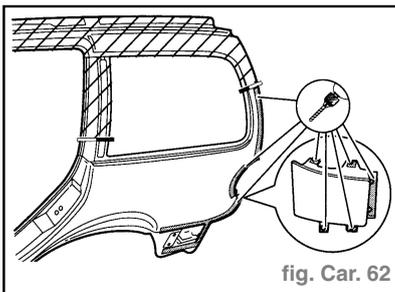

fig. Car. 62
- Reporter les lignes de coupe sur la pièce neuve et découper la zone hachurée (fig. Car. 62).